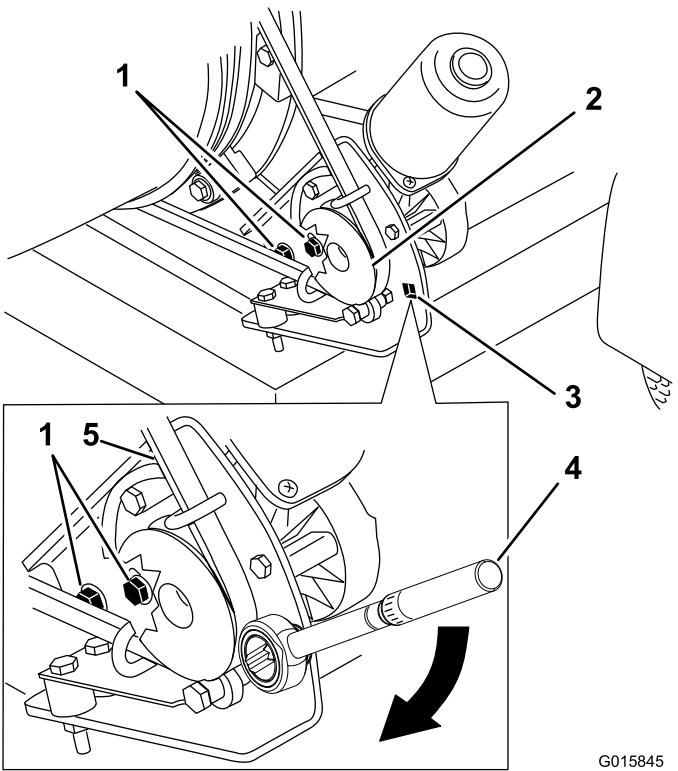

図 30
1. プーリ取り付けブラケットをプロアのフレームに固定しているボルトをゆるめる（図 30）。
2. プーリ取り付けブラケットにトルクレンチをセットする(図 30)。
3. ブラケットがノズルから離れる方向にレンチを締めて、締め付けトルクを 200-230 in-lb (22.6 - 26.0 N·m = 2.3-2.7 kg/cm2) とする(図 30)。